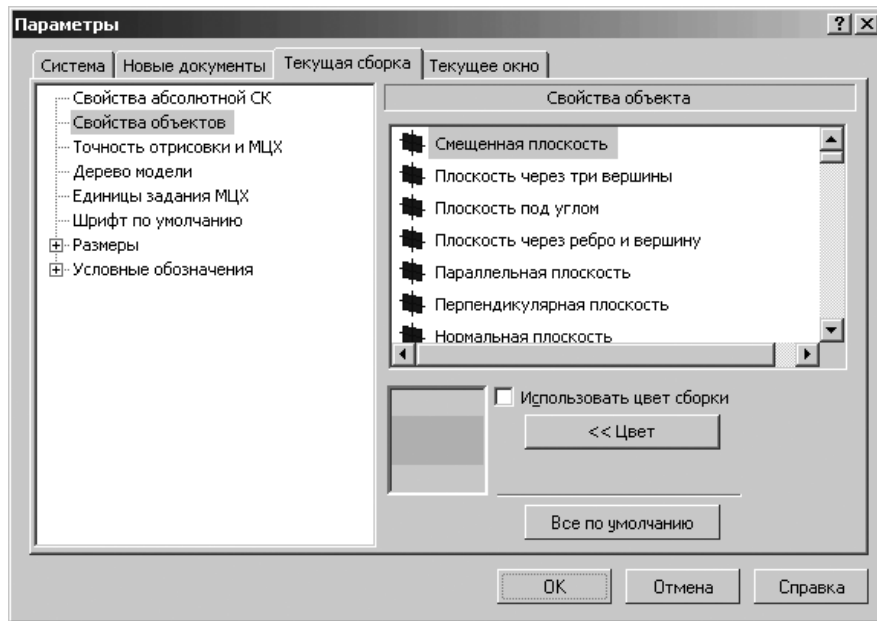

Рис. 6.27. Диалоговое окно **Параметры** с открытой вкладкой **Текущая сборка** и панелью **Свойства объекта**
- щелкните по пункту **Свойства объектов**. В правой части появится панель – **Свойства объекта**, показанная на рис. 6.27.